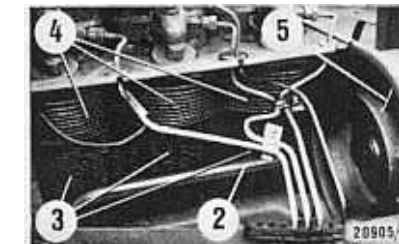

Fig. 71
On procédera de même pour le serpentinet aileté ou non (②, Fig. 71) des moteurs des D 40 06 et D 45 06 servant à la réfrigération de l'huile; pour l'intérieur de la hotte de guidage d'air et pour l'aubage de la turbine de refroidissement (⑥, Fig. 71)!